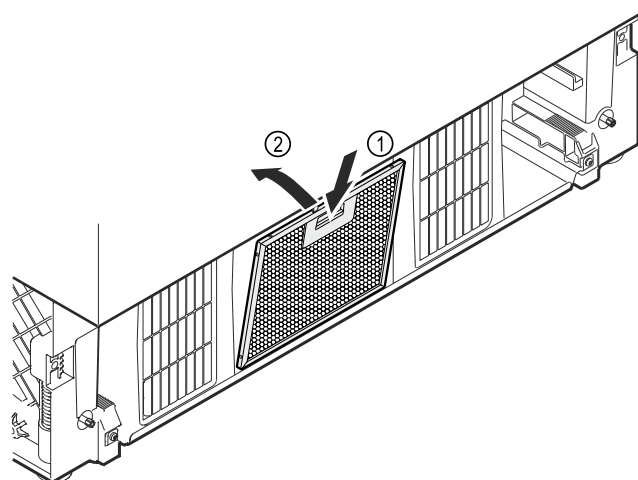

Fig. 13 Immagine a titolo di esempio
- Premere verso il basso il pulsante sul filtro antipolvere Fig. 13 (1) e contemporaneamente inclinare il filtro verso il retro e inserirlo Fig. 13 (2).